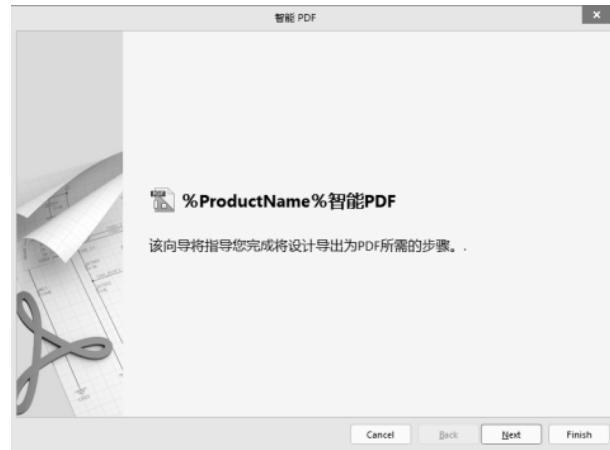

图 11-25 PDF 输出设置向导
(1) 执行菜单命令“文件-智能 PDF”，打开 PDF 输出设置向导，如图 11-25 所示，根据向导，单击“Next”按钮进入下一步。